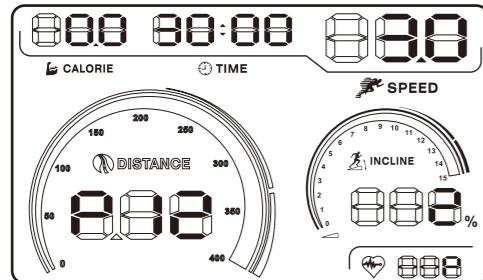

图42
- 连续按下面板上Training Prog键 ，直至屏幕上出现P12字样，时间窗口闪烁，默认时间为30分钟，您可以通过SPEED（速度）的+(增加)/-(减少)键调整时间。（图42所示）。